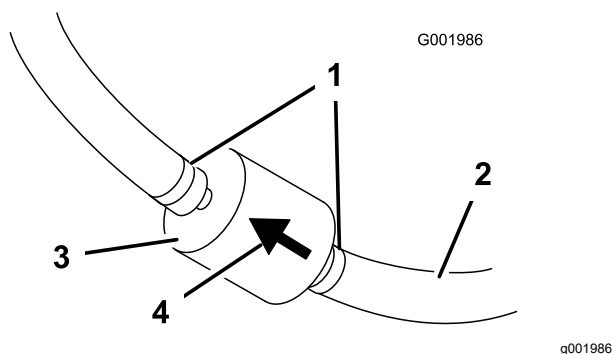

Bild 43
5. Drücken Sie die Enden der Schlauchklemmen zusammen und schieben Sie sie vom Filter weg (Bild 43).